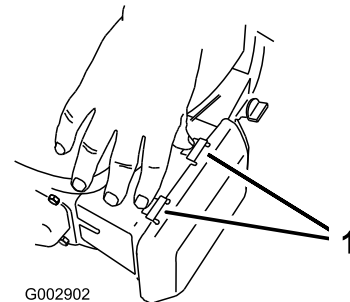

Figura 23
1. Presione hacia abajo los cierres de la parte superior de la tapa del limpiador de aire (Figura 23).